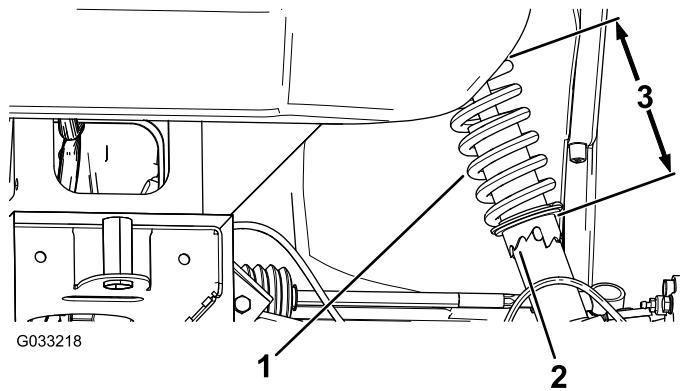

Figure 58
- À l'aide de l'outil (Toro réf. 132-5069), tournez la bague sur l'amortisseur pour changer la longueur du ressort (Figure 58).